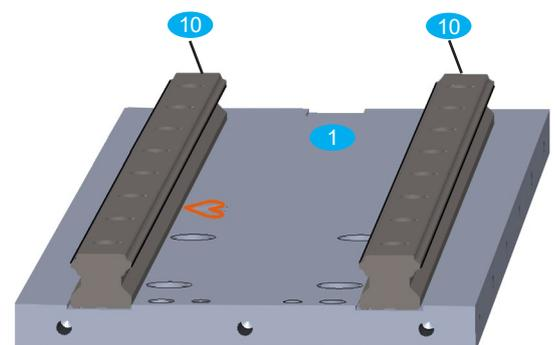

Bild 3: Ausrichten der Bezugskante
- Linke Linearführung **10** bündig an der Unterkante der Platte **3** ausrichten und mit Zylinderschrauben **28** verschrauben; dabei muss die Kante (rote Kennzeichnung in Bild 3) der Linearführung auf ganzer Länge an der gefrästen Anschlagkante der Platte **3** anliegen. Anzugsdrehmoment: 6 Nm